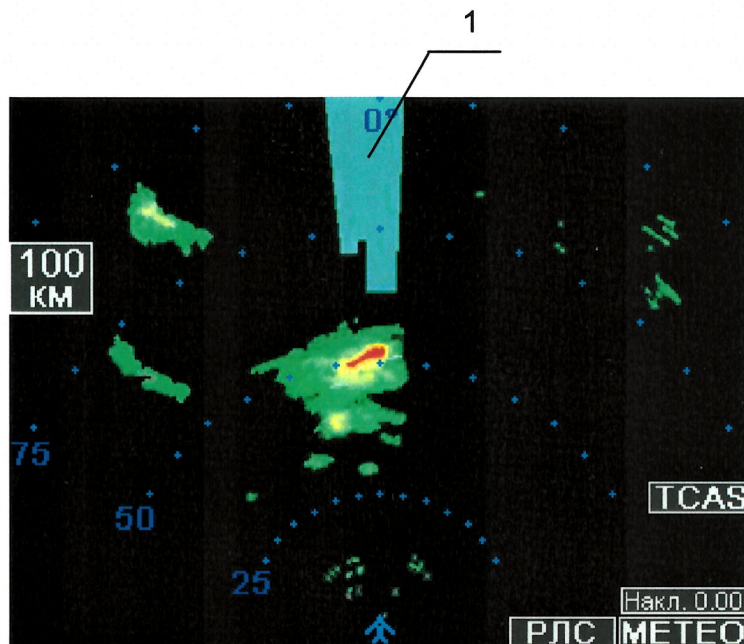

Рисунок 7 - Примерный вид изображения на экране индикатора СЭИ в режиме МЕТЕО в случае отсутствия достоверной информации о степени опасности метеообразований
- 3.1.4.4 Для определения степени опасности гидрометеообразований на экране СЭИ изображение метеообъекта (рис. 7) индицируется следующими цветами:
- Голубой цвет появляется в зонах, где нет достоверной информации о степени опасности метеообразований (рис. 7, поз. 1) вследствие сильного затухания зондирующего сигнала в метеообразованиях (зоны радиотени) или большого расстояния до метеообъекта.